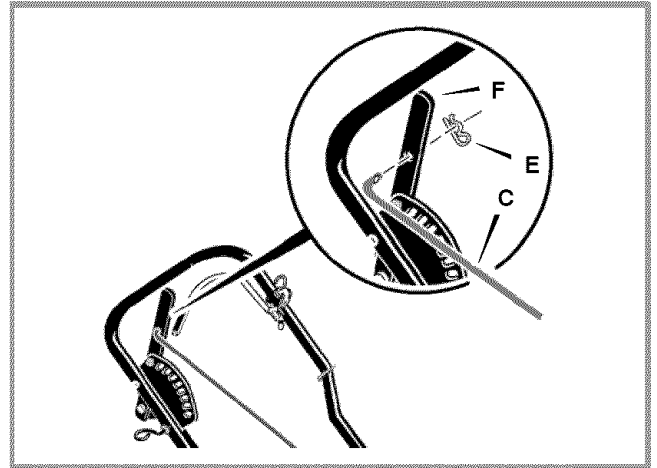

Figura 4: Ensamble de la varilla de control superior
- 5 Introduzca el otro extremo de la varilla de control, de DERECHA a IZQUIERDA, a través del orificio de palanca de control de profundidad (F) y ajuste la varilla con el pin de retención. Ver Figura 4.